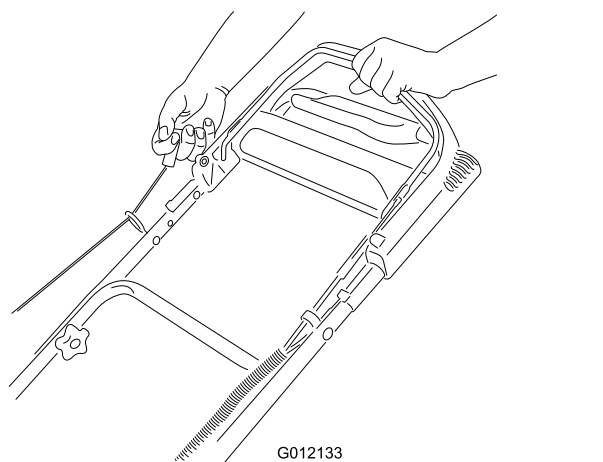

Figura 16
2. Tire suavemente del arrancador de retroceso (Figura 16) hasta que note resistencia, luego tire con fuerza y deje que vuelva lentamente a la guía de cuerda del manillar.